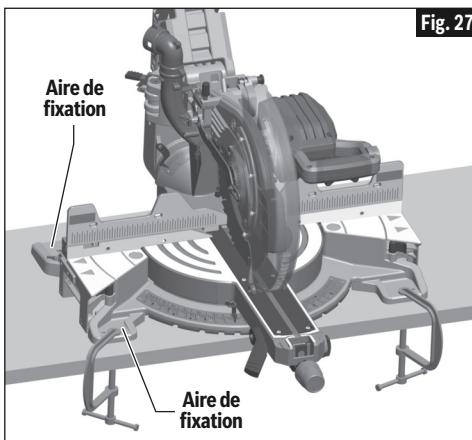

Fig. 27
- Placez au moins deux (2) serre-joints en C sur les surfaces de cramponnage et fixez solidement (Fig. 27). Il y a des aires de fixation par des brides aux quatre coins de la scie.
- Faites attention de ne pas placer les serre-joints au-dessus des leviers de blocage des rallonges de l'embase (Fig. 27).